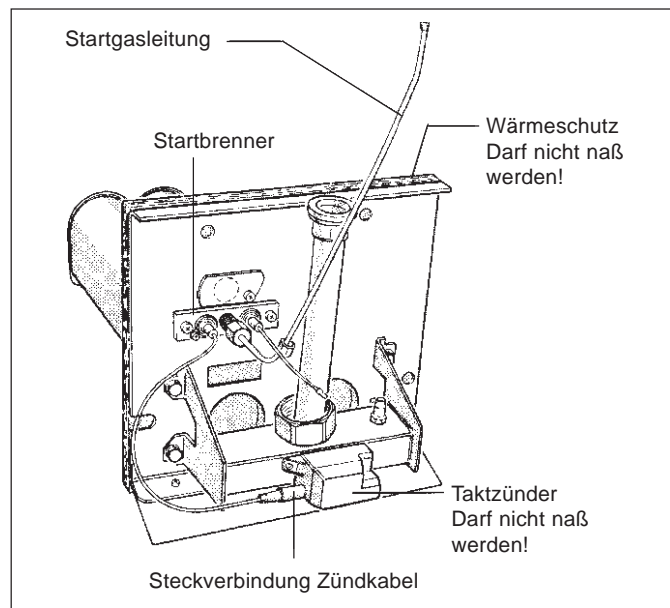

Abb. 32 Gasbrenner
- Steckverbindung des Zündkabels am Taktzünder lösen (Abb. 32).
- Startgasleitung am Startbrenner lösen (Abb. 32).
- Die beiden Schrauben am Startbrenner lösen und Startbrenner vorsichtig herausziehen (Abb. 32).
- Brennerstäbe in Wasser mit Reinigungsmittel tauchen und abbürsten. Dabei darauf achten, daß der Wärmeschutz am Brennerschild und der Taktzünder nicht naß werden! Taktzünder gegebenenfalls abschrauben (Abb. 32).